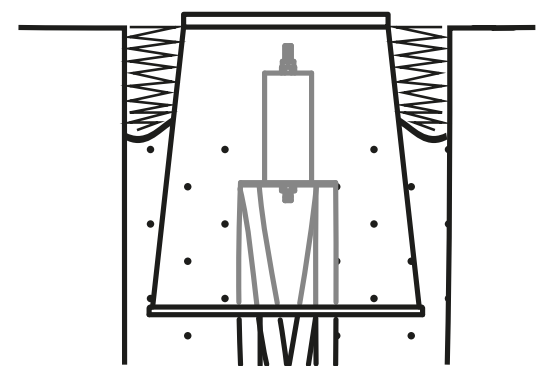

Figura 2.
2.4 Coloca el registro que hayas elegido para la instalación y colócalo dentro de la fosa, este puede ser de PVC de alta densidad, de material de albañilería, concreto precolado, etc. Esto nos permitirá tener acceso al electrodo y así poder realizar las mediciones de resistencia al sistema. *Figura 2.*